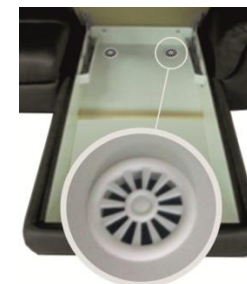

Рис. 1
- Во всех бельевых коробах есть вентиляционные отверстия, которые предназначены для свободной циркуляции воздуха внутри короба, что позволяет белью «дышать» (Рис. 1).